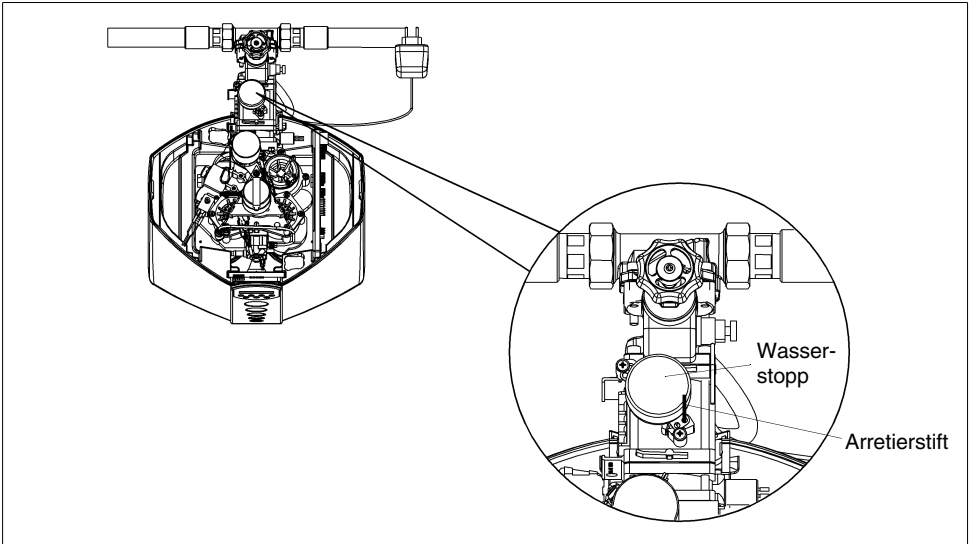

Abb. 12: Wasserstopp
- Roten Arretierstift entfernen. (siehe Abb. 12)